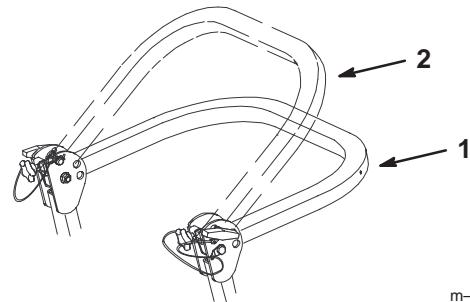

Figure 2
- Amenez l'arceau de sécurité à la position abaissée. La position abaissée est à deux niveaux (voir Figure 2).